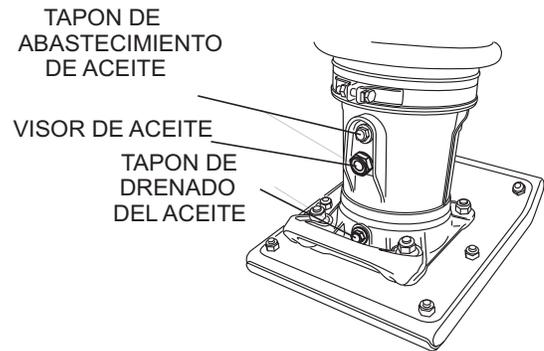

Figura 14. Tapón para drenar el aceite
- Retire el tapón para drenar en la caja de la zapata (Figura 14) y drene el aceite. Rellene con aproximadamente 800 cc. (1.7 pinta) de aceite de motor 10W-30 SE, SF ó un grado mayor. El aceite debe estar a la mitad del visor. El aceite inicial debe cambiarse después de las primeras 50 horas.